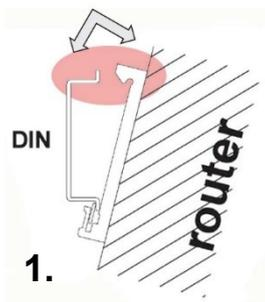

Fig. 20 Montaje del router
2. Retire el router con cuidado del carril DIN (ver fig. 20).
4. Coloque el router en un ángulo de aproximadamente 45° con la parte inferior de la pletina de montaje posicionada en el carril DIN (ver fig. 20).